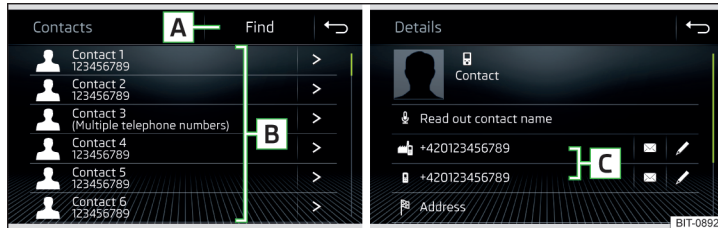

Fig. 195 Liste des contacts téléphoniques/détails du contact
- Dans le menu principal *Téléphone*, appuyez sur la touche de fonction ☎ , une liste des contacts téléphoniques s'affiche » fig. 195.